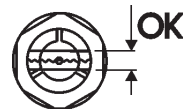

Fig. 5 :
- Injectez lentement l'huile à l'aide de la seringue. 5 à 10 minutes sont nécessaires pour que l'huile atteigne le même niveau dans les deux chambres à huile. La quantité d'huile est correcte lorsque le niveau d'huile se trouve au milieu du verre-regard (fig. 5). Le volume d'huile nécessaire est fonction de la position de montage, valeurs de référence : cf. tableaux 3 et 4.